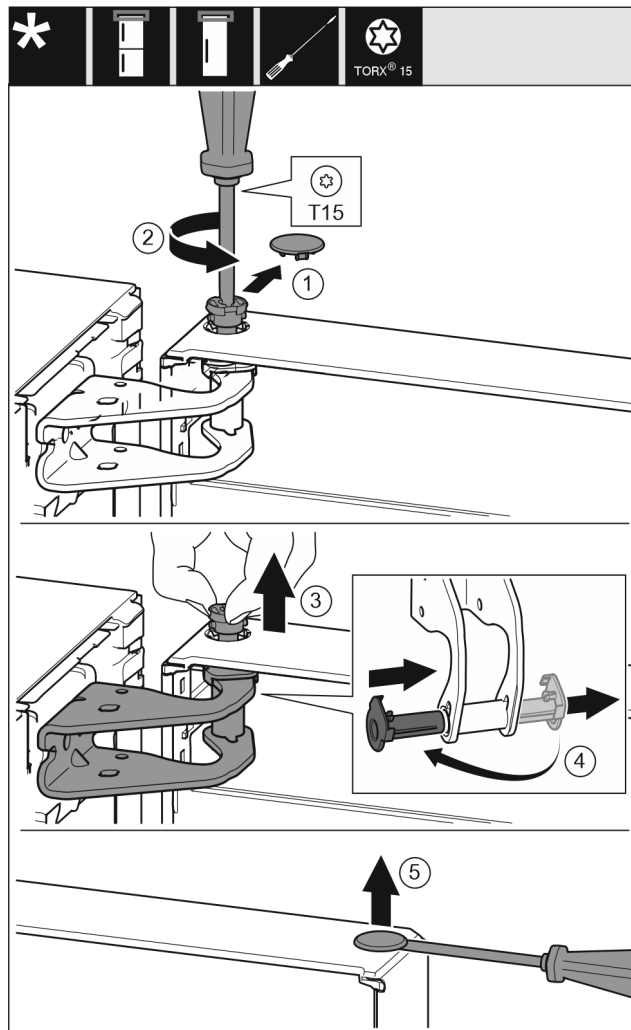

Fig. 7
► Nxirrni me kujdes kapakun mbulues të siguresës. Fig. 7 (1)
► Lironi paksa bulonin me një kaçavidë T15. Fig. 7 (2)
► Mbani derën fort dhe nxirrni jashtë bulonin me gisht. Fig. 7 (3)
► Nxirrni jashtë nga foleja udhëzuese manikotat e kapjes. Futni në vend ato të anës tjetër dhe mbërthejini në vend. Fig. 7 (4)
► Ngrini lart me kujdes me një kaçavidë tapat nga manikotat e kapjes së derës dhe nxirrini jashtë. Fig. 7 (5)